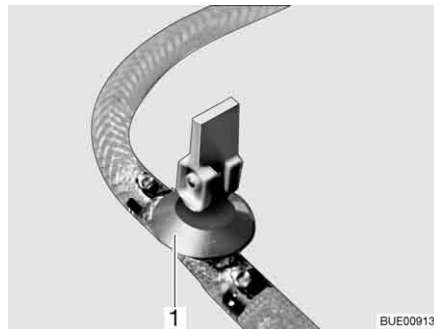

Fig. 165 Llave de desagüe (con balancín)
- Cerrar todas las llaves de desagüe. Para ello, ajustar el balancín de la llave de desagüe (Fig. 165,1) en la posición horizontal.